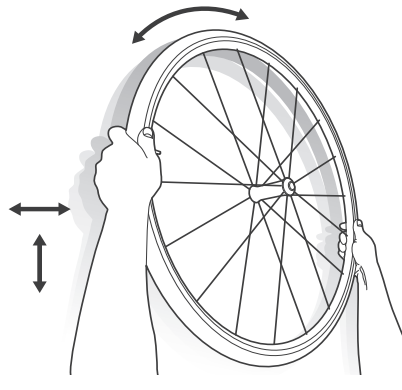

Abb. 26. Das Laufrad drehen bzw. schütteln
- Halten Sie das Laufrad fest, schwenken Sie es vor und zurück und drehen Sie es, um das Dichtmittel im Inneren des Reifens zu verteilen (Abb. 26).